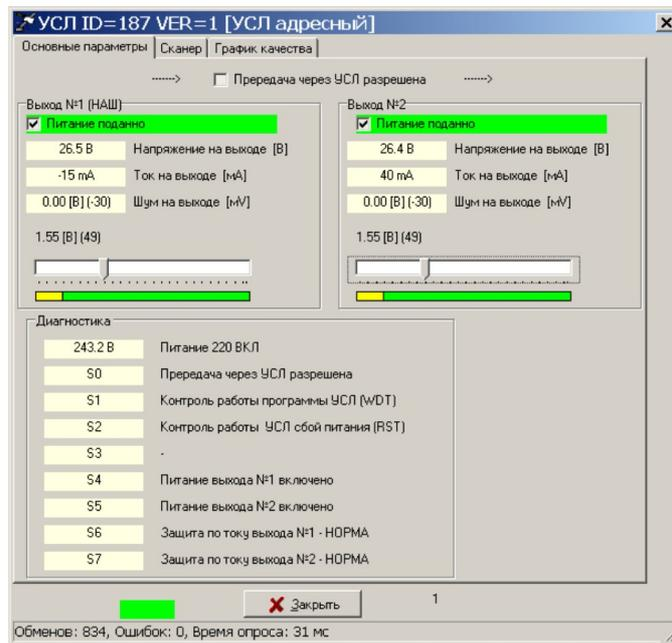

Рисунок 22
- 2) Выбрать в таблице устройств блок «УСЛ». В окне «Поиск» выбрать команду «Тест» и установить следующие параметры конфигурации УСЛ-АС (рисунок 22):